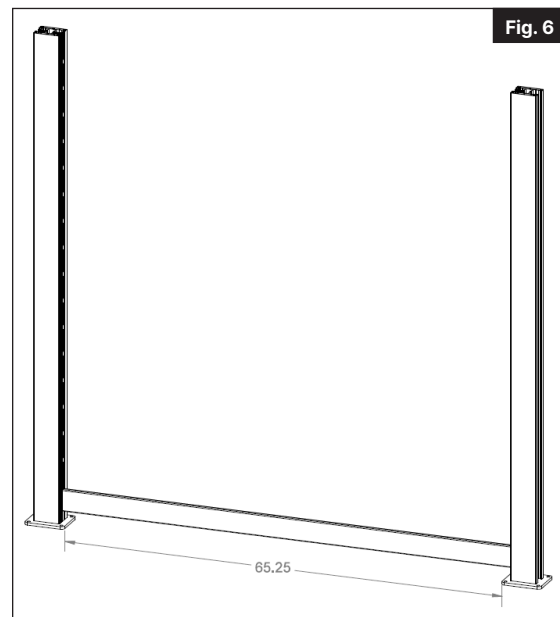

Fig. 6
Le deuxième poteau doit être installé à une distance de 165,7 cm (65 $\frac{1}{4}$ po) mesurée entre l'intérieur de la plaque de montage en surface du premier poteau et l'intérieur de la plaque de montage en surface du deuxième poteau (Fig. 6).
9. Placez la première lame dans le poteau en la déposant sur le grand support en L que vous avez fixé au poteau (Fig. 6).